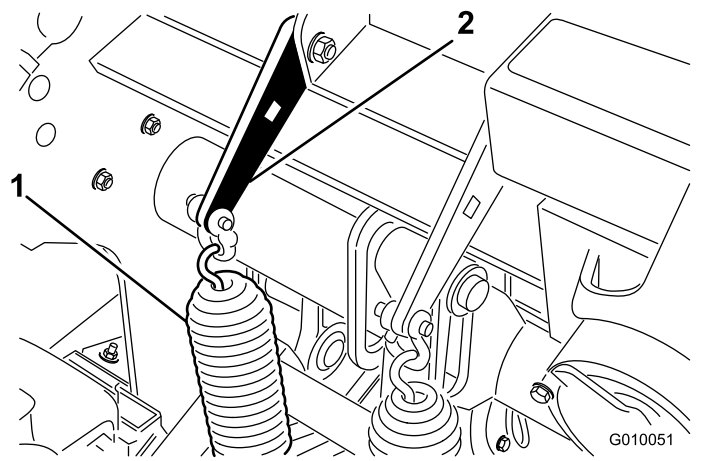

Figure 36
2. Desserrez les écrous des boulons qui fixent les supports des ressorts à la tête d'aération (Figure 36). Laissez-les en place.